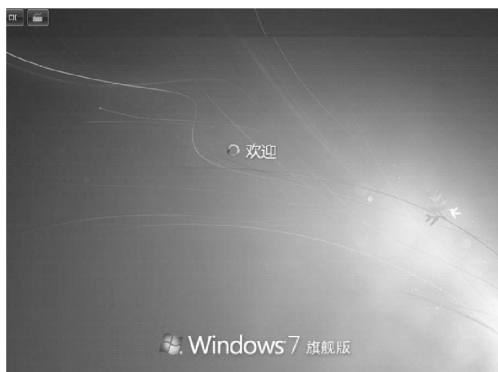

图 3-73 Windows 7 安装完成界面
7) 全部设置完毕之后, 就进入 Windows 欢迎桌面了, 如图 3-73 所示, 整个安装进程完成。